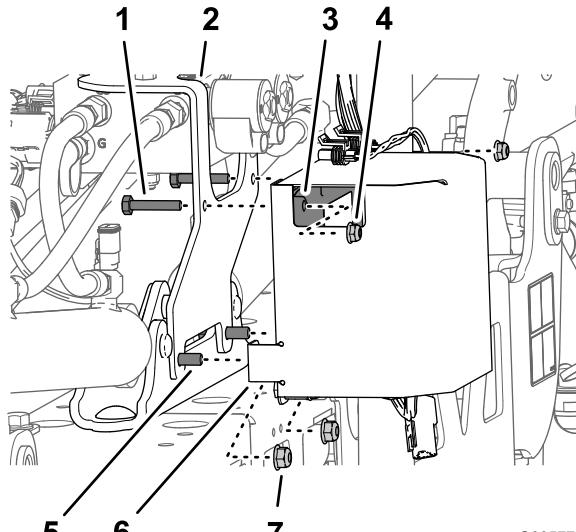

Figura 30
3. Rimuovete i 2 dadi di bloccaggio flangiati (5/16") che fissano la staffa di montaggio del kit di finitura Ultra Sonic Boom dal supporto del cilindro (Figura 30).
4. Montate il coperchio del controller (Figura 30) sul bullone a testa flangiata (5/16" x 1") nei fori anteriori inferiori del coperchio e fissate, senza serrarli, coperchio, staffa e supporto con i 2 dadi di bloccaggio flangiati (5/16") che avete rimosso al passaggio 3.
5. Montate i 2 bulloni (1/4" x 1 1/8") attraverso i fori superiori nella staffa di montaggio (kit di finitura Ultra Sonic Boom), flangia posteriore (coperchio del controller) e controller (Figura 30) con i 2 dadi di bloccaggio flangiati (1/4").